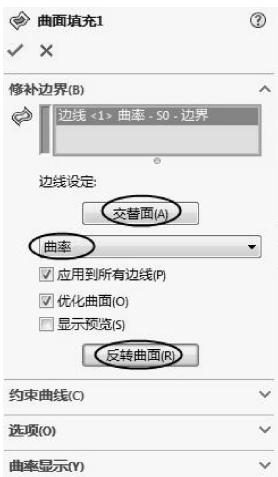

图 4-26 【填充曲面】属性面板
- 02 激活【修补边界】选择框 ，在图形区域中选择模型外边线，在【修补边界】选项区中设置【曲率控制】类型为【曲率】，单击【交替面】按钮和【反转曲面】按钮，如图 4-26 所示。